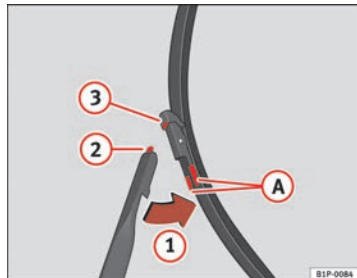

Fig. 148 Remplacement des balais d'essuie-glace
- Appuyez sur les boutons latéraux **A** et libérez le balai en le déplaçant dans le sens de la flèche **1** ⇒ fig. 148.
- Introduisez la languette **2** dans le logement **3** du balai ⇒ fig. 148.
- Déplacez le balai vers le bras, dans le sens contraire à celui de la flèche **1**, jusqu'à entendre un clic ⇒ fig. 148.